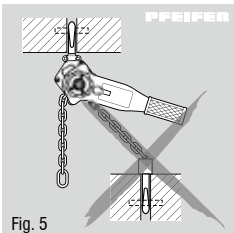

Fig. 5
- La traction oblique, à savoir la sollicitation latérale du carter ou du crochet supérieur/inferieur, doit être évitée. Toujours soulever/tirer/tendre en ligne droite entre les deux crochets (Fig. 5).
- La traction oblique, à savoir la sollicitation latérale du carter ou de la moufle est interdite (Fig. 5).
- Les dimensions du point de fixation sont suffisantes et l'appareil peut s'ajuster librement. Éviter toute traction oblique (Fig. 5) !